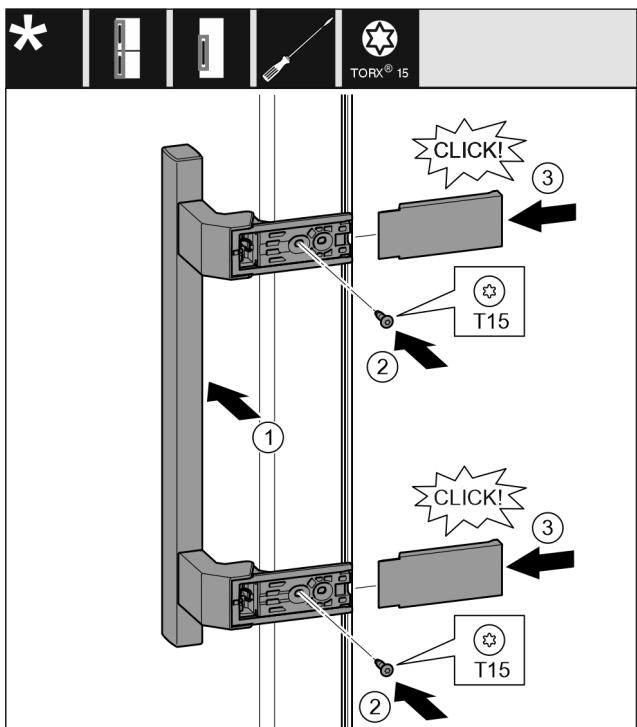

Fig. 20
- Aplicați mânerul pe partea opusă. Fig. 20 (1)
- Însurubați ferm șuruburile cu șurubelnită T15. Fig. 20 (2)
- Aplicați și împingeți capacele laterale. Fig. 20 (3)